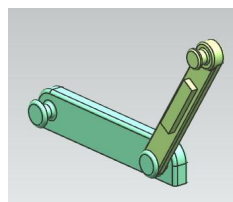

рис.27
- Представьте, что для того же несложного примера рис.27 вы уже оговорили все детали и *Вращательный шарнир* (рис.28). А движитель указать забыли.